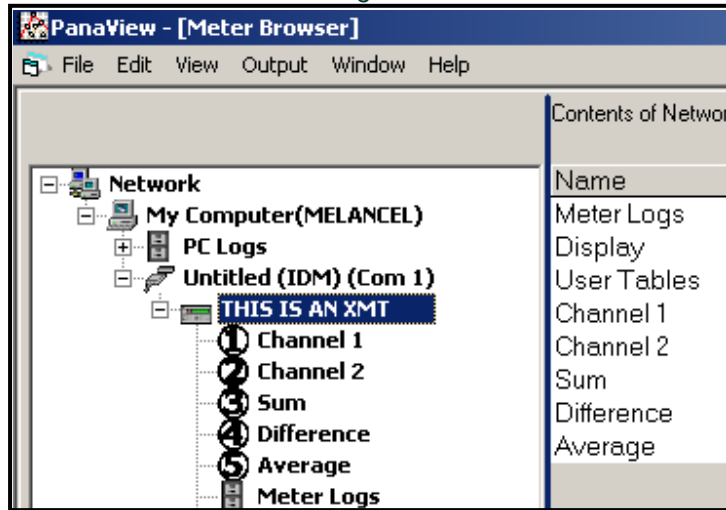
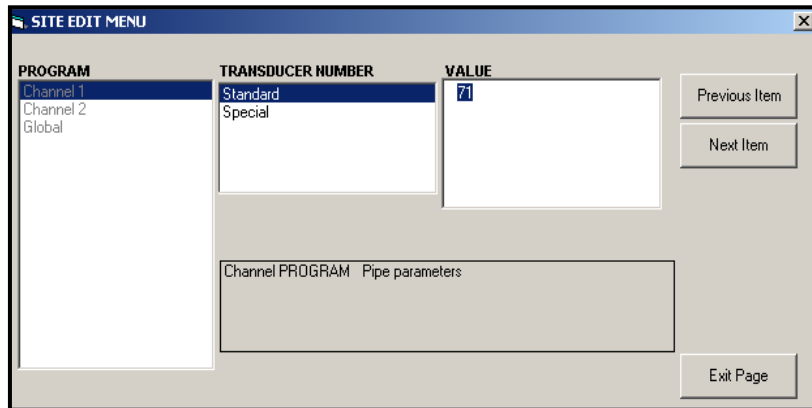

Figure 35: Arborescence des compteurs avec l'option Éditer Les fonctions
Figure 38: L'option Paramètres de canalisation dans PlacerÉditerMenu
1. Dans l'arborescence des compteurs du nouveau navigateur de compteurs (voir Figure 38 à la page 24), cliquez sur l'entrée XMT. L'écran maintenant ressemble à la Figure 35.
- a. Mettez en surbrillance et double-cliquez sur l'option souhaitée dans le volet central. La Figure 38 montre le premier l'entrée (Numéro du transducteur) dans l'option Paramètres du tuyau . Le titre au-dessus du volet central répertorie l'entrée actuelle, tandis que le volet central affiche les sélections disponibles pour cette entrée.